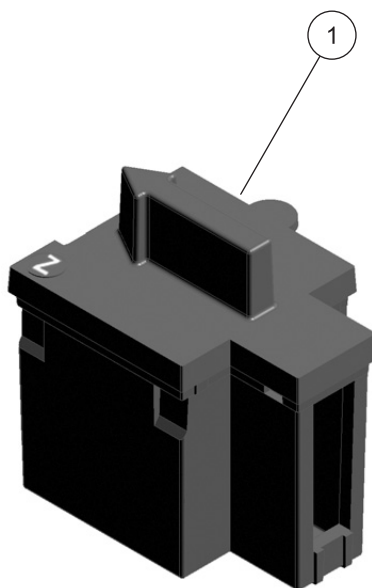

Figure 4 Adaptateur pour cuve Z
2. Insérez l'adaptateur conçu pour les mesures avec des cuves/cellules d'échantillon rondes (11 mm) et ou des cuves/cellules d'échantillon carrées de 10 mm en dirigeant la flèche située en haut de l'adaptateur vers la gauche (Figure 4) et en veillant à ce que la patte d'orientation s'enclenche dans la rainure de l'ouverture du compartiment.